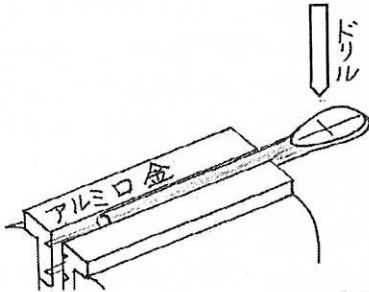

図6 接続棒下部の加工
加工してない一端を、①金床の上で長さ10mmくらいの範囲を表裏からハンマーでたたいてマイナスねじ回しの先端部のように平面を作る。一度に強く叩きすぎると割れるので両面から少しずつ叩くようにする。②棒の中心軸線上にセンターポンチを打つ。③ボール盤万力（溝付きの口金を使って）に固定して穴あけを行う（図6）。